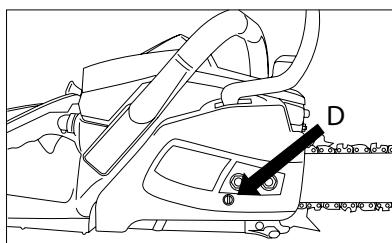

Abb. 11
1. Lösen Sie die Muttern der Schienenbefestigung (der Abdeckung zusammen mit dem Blech der Bremse), drehen Sie die Regelschraube (D) in dem Uhrzeigersinn, um die Kette zu spannen. Um die Spannung der Kette zu mindern, drehen Sie die Regelschraube (D) gegen den Uhrzeigersinn. Vergewissern Sie sich, dass die Kette durch die ganze Schiene umlaufend geht (Abb. 11).